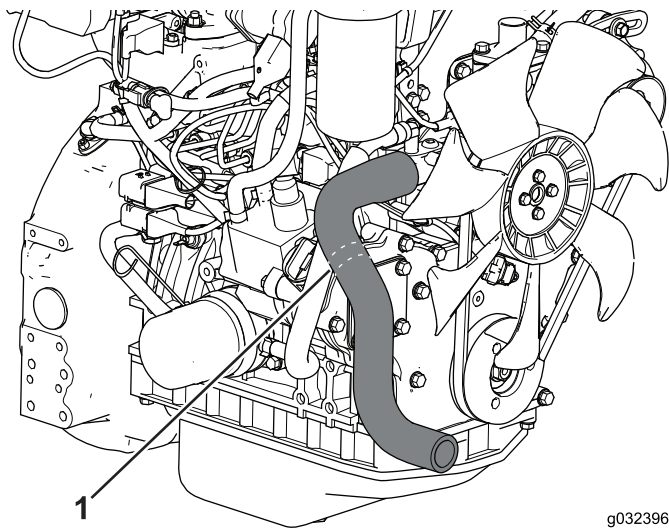

図 18
- ラジエターホースを探し出す 図 18。
2. 切断線に沿ってラジエーターホースを切断する 図 18。